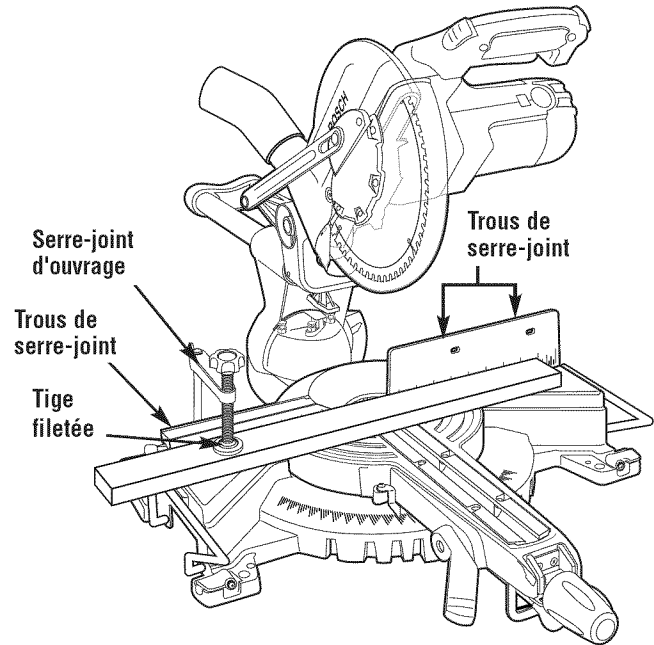

Figure 20. Serre-joint d'ouvrage
Serre-joint d'ouvrage - Ce crampon assujettit facilement un ouvrage dans l'un quelconque des trois (3) trous de crampon derrière le guide (Figure 20).